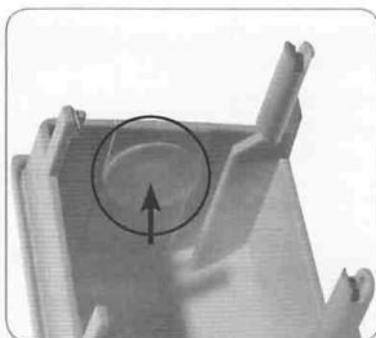

Bild 8: Hier ist die selbstklebende Membran einzusetzen.
Druckschwankungen Wasser in die Sensoreinheit gezogen wird. Dazu ist die selbstklebende Membran (5) entsprechend Bild 8 von innen mittig auf das Loch in der hinteren Abdeckkappe zu kleben.